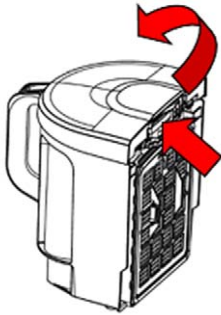

Fig. 14
- 1) Drücken Sie wie in **Abb. 14** auf die Auslassverriegelung, um die Auslassplatte zu öffnen.